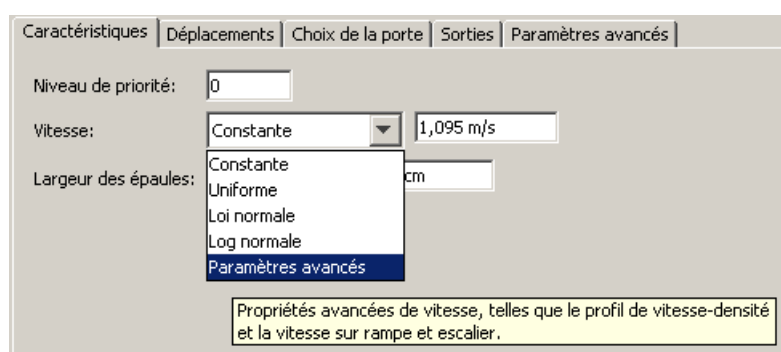

Figure 5.4 : modifier les propriétés avancées de vitesse
3. Cliquez sur la liste déroulante à côté de la **Vitesse** et sélectionnez **Paramètres avancés**, comme illustré à la figure 5.4.